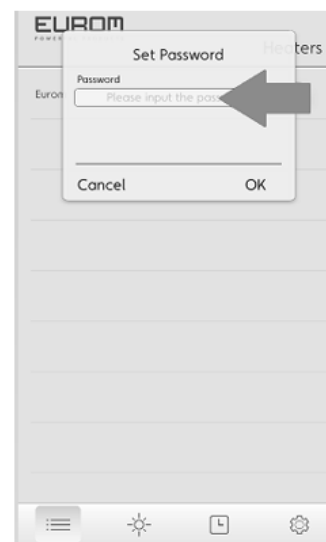

Figure 3
- Wenn Sie die App. zum ersten Mal nutzen, werden Sie nach einem Passwort gefragt. Dies ist das standardmäßig eingestellte Passwort: 12345678 (Abb. 3). Wenn das Passwort nicht akzeptiert wird, können Sie dieses auf das Standardpasswort zurücksetzen, indem Sie 5 Sekunden auf den Reset-Knopf drücken.